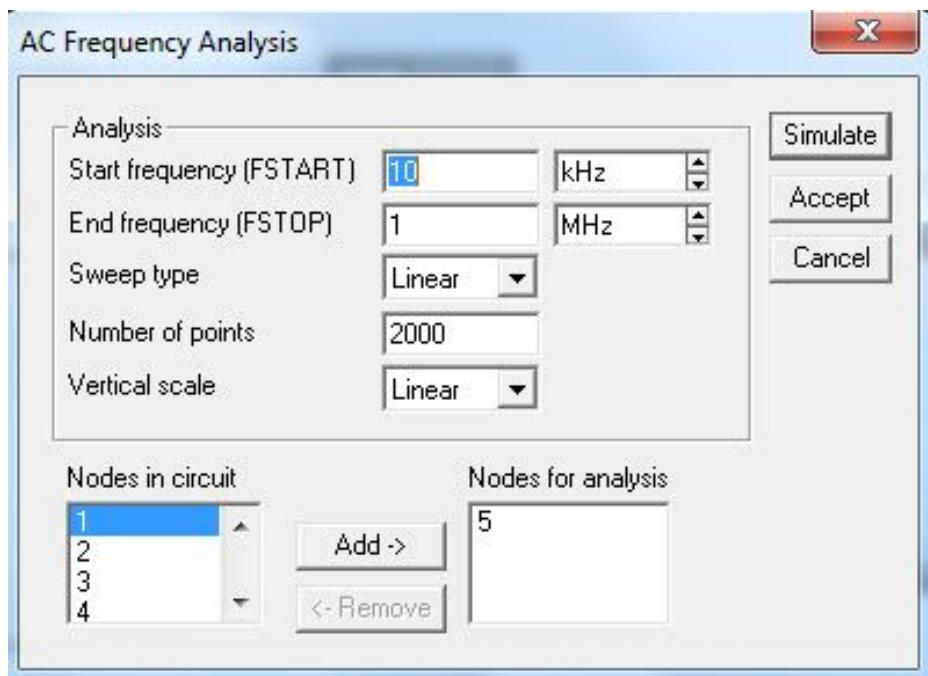

Рисунок 4.19 – Вікно аналізу та введення параметрів
4. Виконати вимірювання за змінним струмом за допомогою команди **Analysis/AC Frequency** (рис. 4.19).
- 4.2. Натиснути кнопку **Simulate** (рис. 4.19).